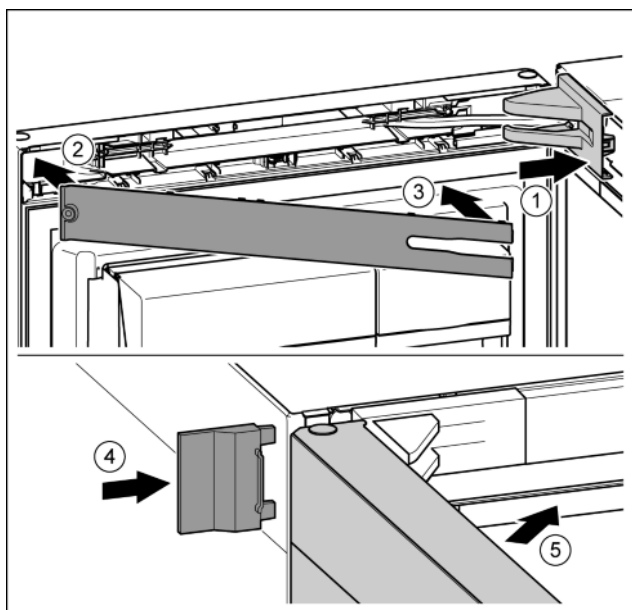

Fig. 23
- ▶ Крышку опорного кронштейна установить и зафиксировать, при необходимости, осторожно разжать. *Fig. 23 (1)*
- ▶ Установить накладку. *Fig. 23 (2)*
- ▶ Наклонить и защелкнуть накладку. *Fig. 23 (3)*
- ▶ Надвинуть внешнюю крышку. *Fig. 23 (4)*
- ▶ Закрыть верхнюю дверь. *Fig. 23 (5)*